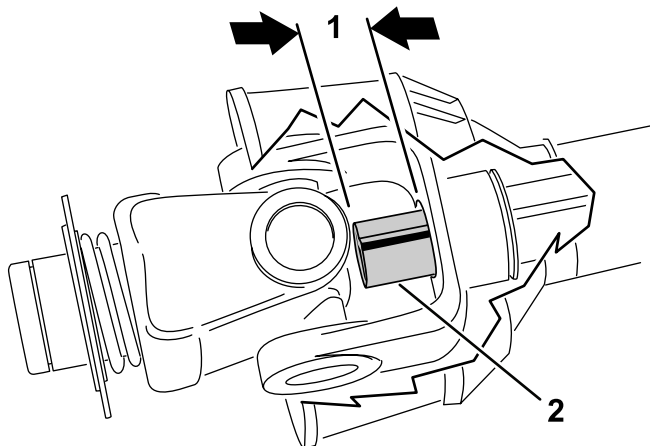

Figura 16
9. Fare scorrere completamente i tubi dell'albero della presa di forza l'uno verso l'altro. Verificate che il tubo **interno** non sporga nella sezione trasversale e nel cuscinetto del tubo esterno (**Figura 16**). In tal caso, tagliate **una parte** del tubo interno per rimediare al problema. Proseguite alla fase successiva.
10. Misurate la sporgenza del tubo interno nella sezione trasversale e nel cuscinetto del tubo esterno (**Figura 16**). Aggiungete questo valore alla dimensione indicata alla fase 8.